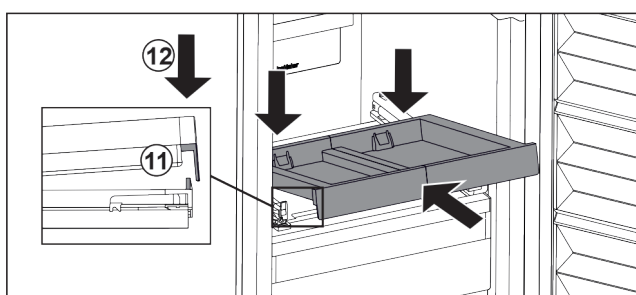

Fig. 104
- 倾斜推入。确保两侧的挡块位于卡舌后面。 Fig. 104 (11)
- 放下拉出式搁板前部。 Fig. 104 (12)